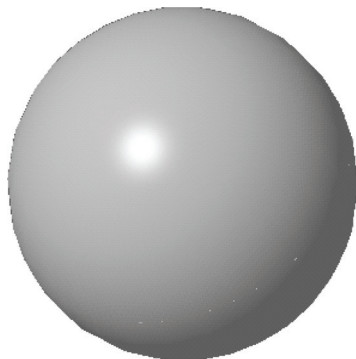

图 10-56 镜像曲面
STEP 04 单击“完成”按钮, 即可镜像曲面, 效果如图 10-56 所示。